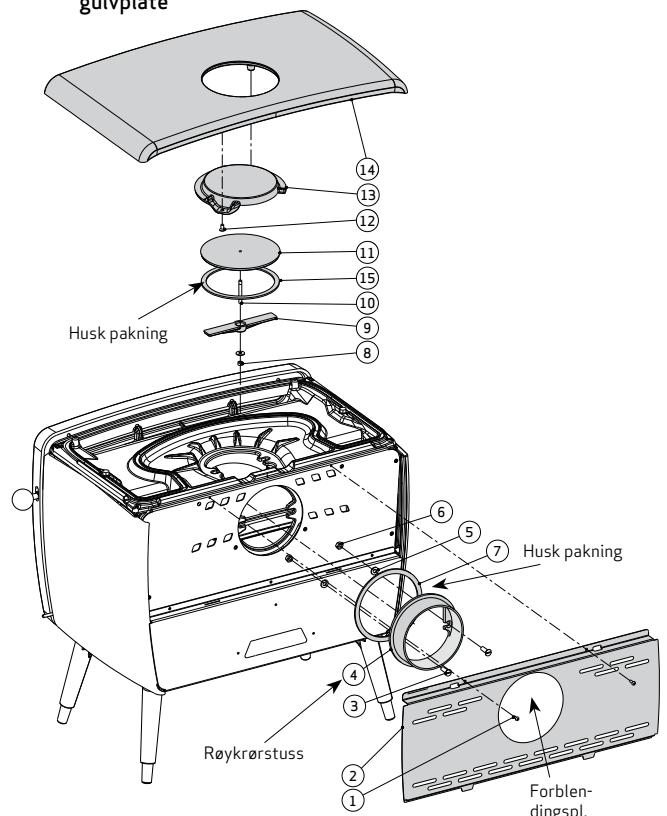
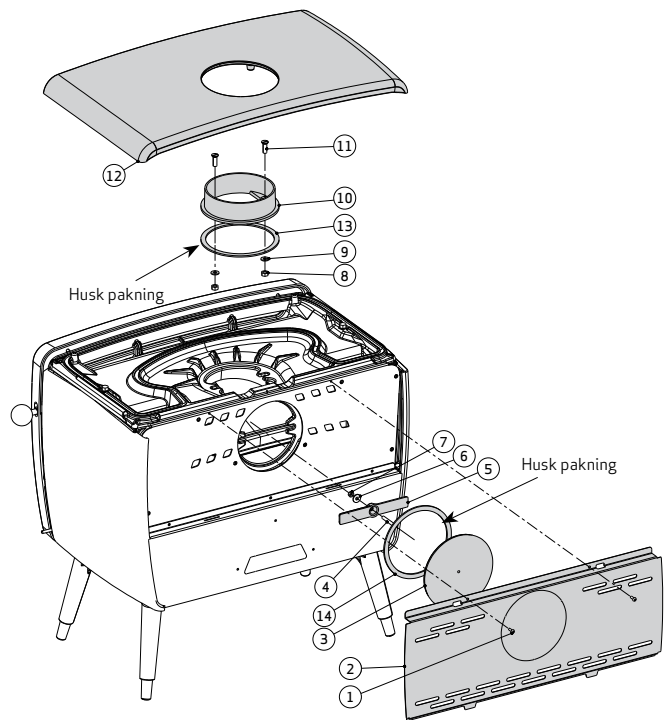

Fig. 6 Montering av røykuttak bak
Fig. 7 Montering av røykuttak topp
2. For å lette transporten og arbeidet med monteringen: løft av topplaten fig.6 del (14) og innvendige
3. Montering av røykuttak bak (fig. 6). Skru av dekselet (2) og fjern blendingspl. for bakuttak. Legg pakningssnoren (7) på røykrørstuss. Fest deretter røykrørstussen (4) med skruene (3), skivene (5) og mutter (6). Monter deretter dekslet (2) tilbake. Monter pinneskruer (10) til blindlokket (11). Påfør ovnskitt på undersiden av blindlokket. Legg blindlokket på plass og fest dette med travers (9) fra undersiden med skive og mutter (8).
NB! Strammes skruen for blindlokket for hardt til, kan traversen knekke. Se fig. 6 (9) og 7(5).
4. Montering av røykuttak topp fig. 7. Skru av dekslet (2). Fjern blindlokket (13) fra topplaten (14) fig 6. Demonter påmontert blindlokk (13) fig. 6 med å fjerne mutter (8) se fig 6. Legg pakningssnoren (13) fig. 7 på undersiden av røykrørstuss. Fest røykrørstuss med skruene (11), skive (9) og mutter (8). Monter pinneskrue (4) til blindlokk (3). Monter blindlokket (3) med traversen (5) fra innsiden med skive (6) og mutter (7).